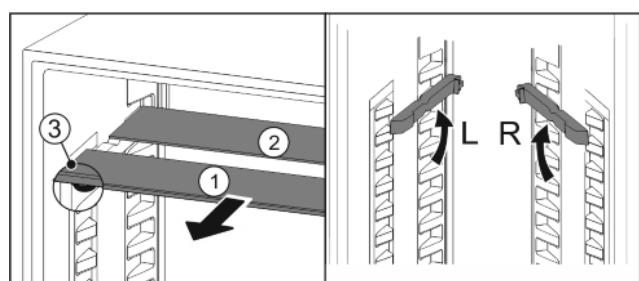

Fig. 20
- ▶ По одной извлеките Fig. 20 (1) стеклянные панели движением вперед.
- ▷ Стеклянная панель Fig. 20 (1) со стопарами лежит спереди.
- ▷ Стопоры показывают вниз Fig. 20 (3).